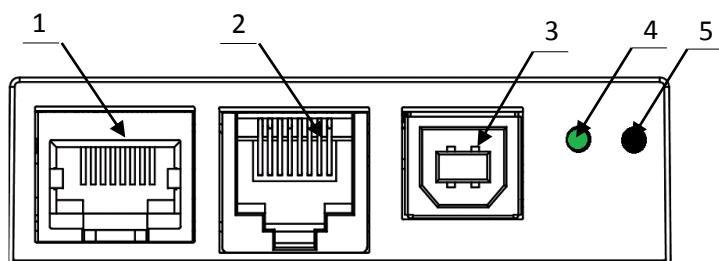

Рисунок 3. Разъемы для подключения внешних устройств к ККТ
3. Панель с разъемами для подключения внешних устройств (подробнеесмотрите рисунок 3).
В составе платежного терминала к ККТ Казначей ФА кабелем интерфейса RS-232 (рисунок 3, позиция 2) подключается внешний принтер для печати фискальных документов на бумажном носителе. В базовый комплект поставки не входит. В случае, когда возникает необходимость подключить устройство, не входящее в комплект поставки и приобретенное не у изготовителя ККТ (или его представителя), необходимо обратиться к изготовителю ККТ (или его представителю) для уточнения совместимости ККТ и подключаемого оборудования; требуемых параметров конфигурации и настройки ККТ и оборудования.